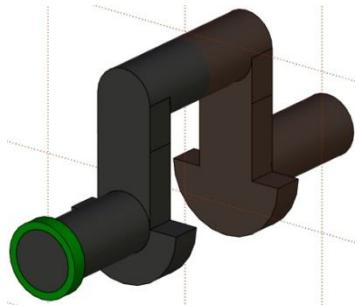

Рис. 2.10 – Соединение КВ с подшипником
2.5.4 Добавьте «3D Фрагмент» «лр2 КВ». Задайте для КВ сопряжение «совпадение» с подшипником по левым крайним граням , а затем сопряжение «соосность» для цилиндрической части коренной шейки КВ и внутренней цилиндрической поверхности подшипника. КВ должен остаться симметричным относительно рабочей плоскости «Вид слева», как показано на рис. 2.10.